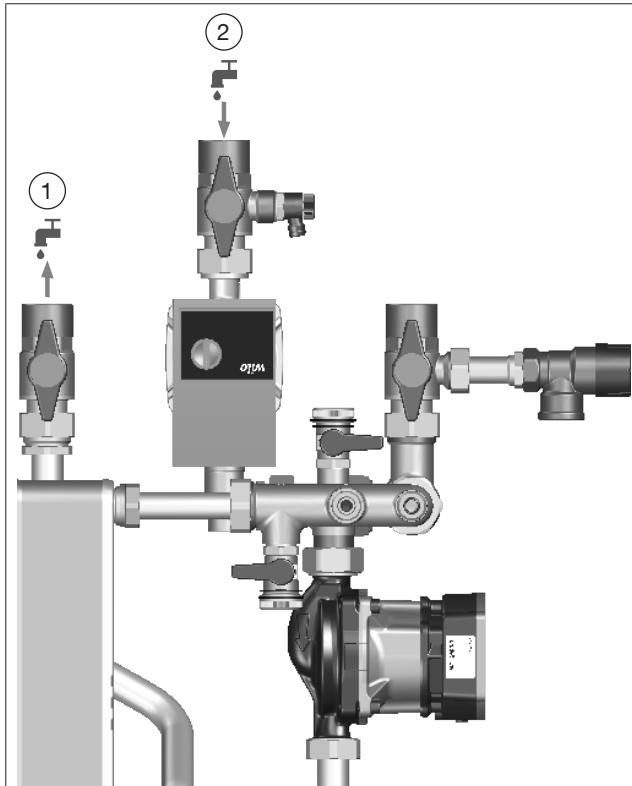

Fig. 10: Description du fonctionnement (exemple avec circulateur à haut rendement)
(1)	Aller du bouclage d'E.C.S.
(2)	Retour du bouclage d'E.C.S.
- ▶ Raccorder les conduites de bouclages selon les indications sur la Fig. 10.
En cas d'utilisation du jeu de bouclage d'E.C.S. sans circulateur à haut rendement, vous pouvez monter le circulateur à haut rendement entre le dernier point de puisage et la station d'eau chaude sanitaire sur le retour du bouclage d'E.C.S. (position 2 sur la Fig. 10).
1. Ouvrir lentement le robinet d'arrêt à tournant sphérique du retour du bouclage d'E.C.S. (voir position (2) sur la Fig. 10).
1. Fermer lentement les robinets d'arrêt à tournant sphérique du retour du bouclage d'E.C.S. et de l'aller du bouclage d'E.C.S. (positions (1) et (2) sur la Fig. 10 en page 34).